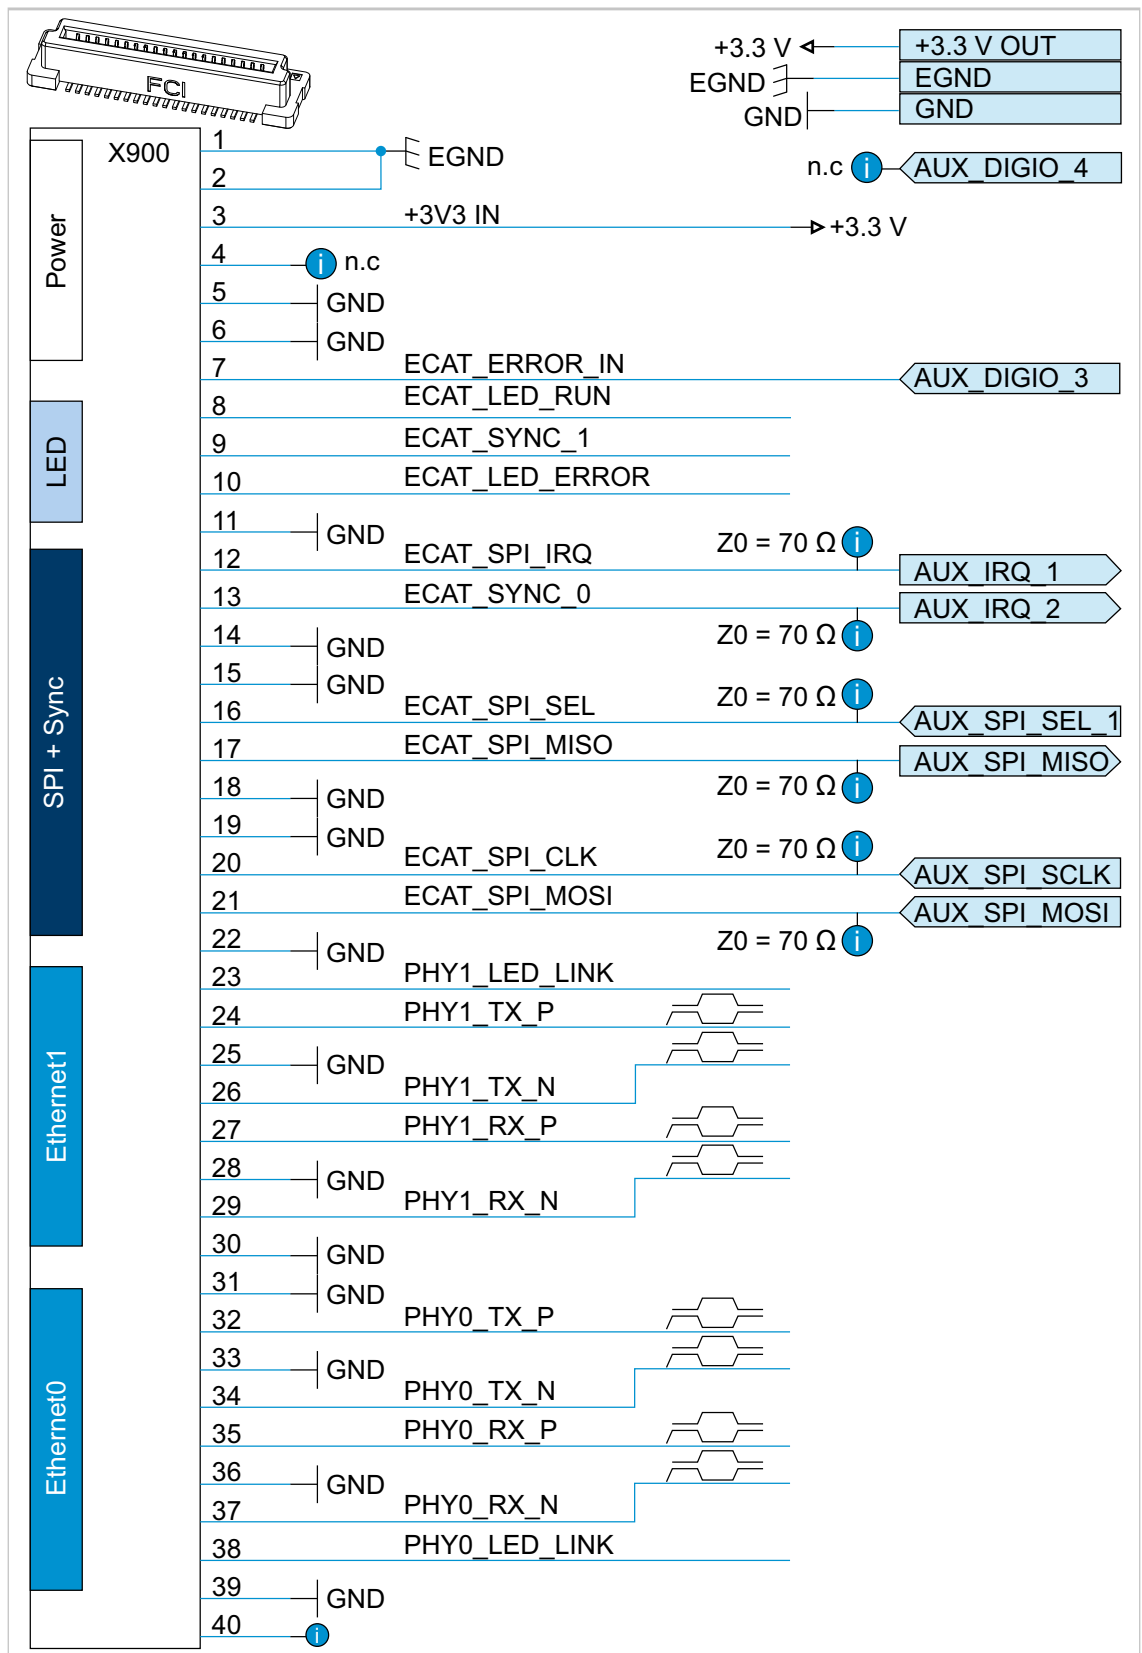

Abb. 10: Verbindungen des Steckers X900 des FAULHABER-Evaluationboards
- ▶ Auf der Kunden-Trägerplatine die Leitungsführungen für die steiflankigen SPI-Signale mit einer Impedanz von ca. 68...70 Ω gestalten. Im Beispiel-Schaltplan (Abb. 10) ist dies mit $Z_0 = 70 \Omega$ markiert.
- ▶ Die Ethernet-Leitungen auf der Kunden-Trägerplatine mit einer differentiellen Impedanz von 100 Ω und einer Leitungs-Impedanz von 50 Ω ausführen. Im Beispiel-Schaltplan (Abb. 10) ist dies mit dem Symbol  markiert.